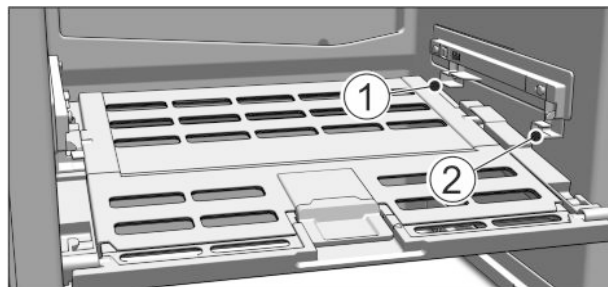

Fig. 16
- ▶ Vstavite pokrov Fruit & Vegetable-Safe: Prečke od spodaj vstavite v zadnje držalo Fig. 16 (1) in spredaj zapnete v držalo Fig. 16 (2).